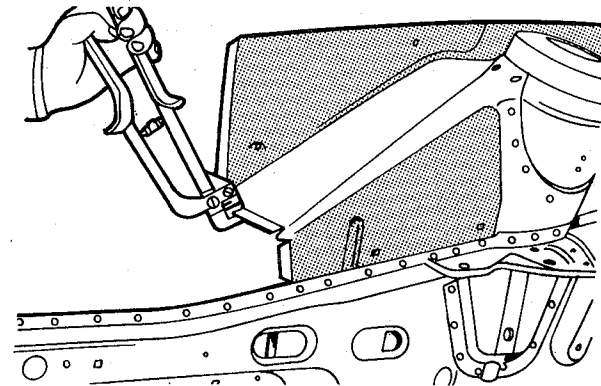

fig. 85
7. Com o auxílio de ferramenta apropriada, rebaixar a extremidade da aba remanescente da saia, em toda a sua extensão (fig. 85)